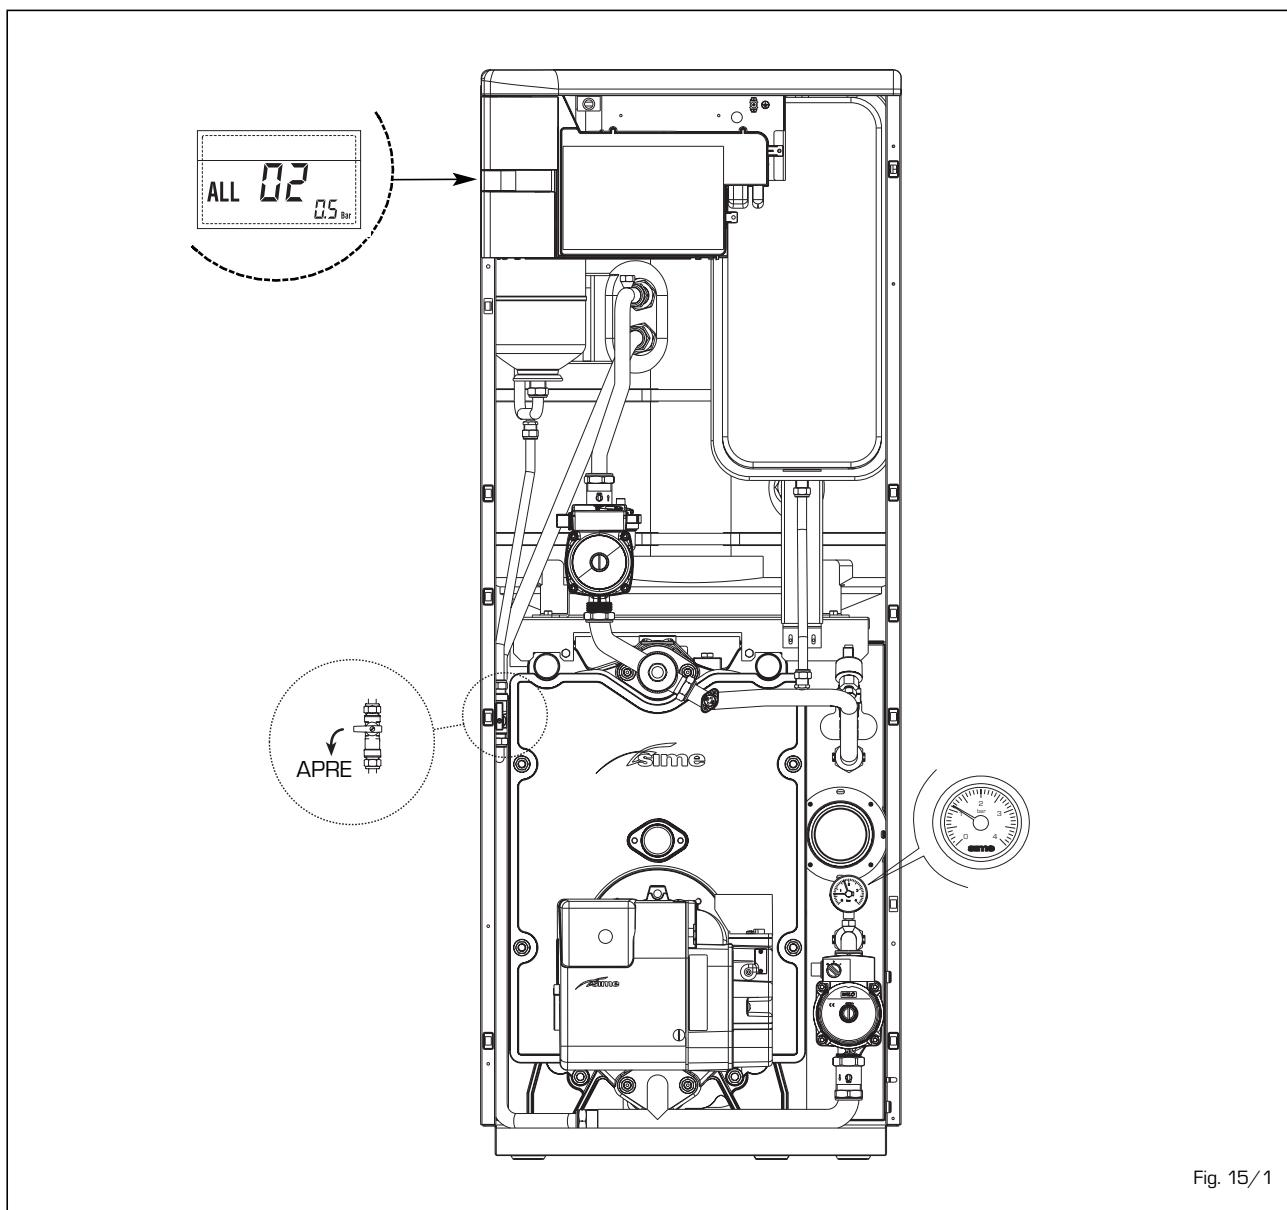

Fig. 15/1
- ANOMALIA BASSA PRESSIONE ACQUA "ALL 02" [fig. 15/1]
"ALL 03" (fig. 15/2)